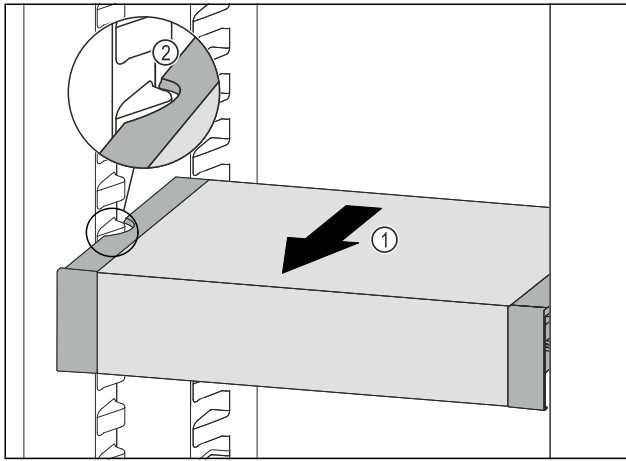

Fig. 170
- ▶ 向前拉动 VarioSafe Fig. 170 (1)，直至 VarioSafe 的侧部凹槽与冷藏区中的容器肋梁持平。 Fig. 170 (2)